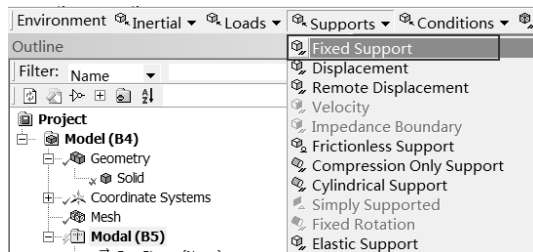

图 10-22 添加固定约束
Step2：选择 Environment 工具栏中的 Supports（约束） Fixed Support（固定约束）命令，此时在分析树中会出现 Fixed Support 选项，如图 10-22 所示。